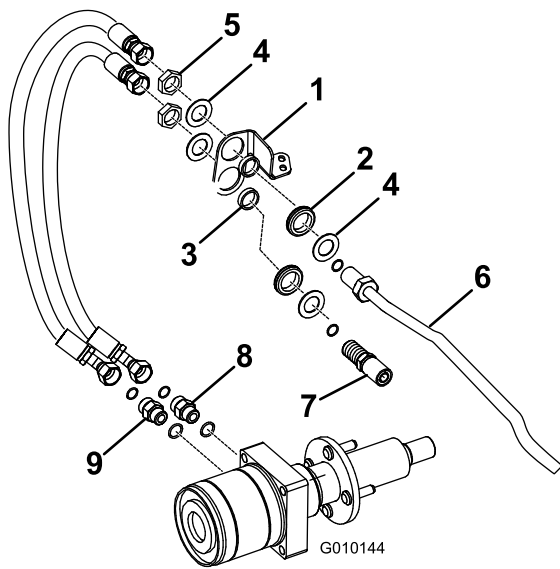
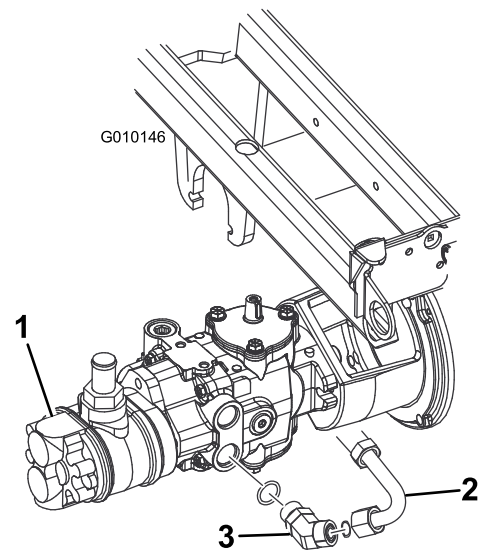
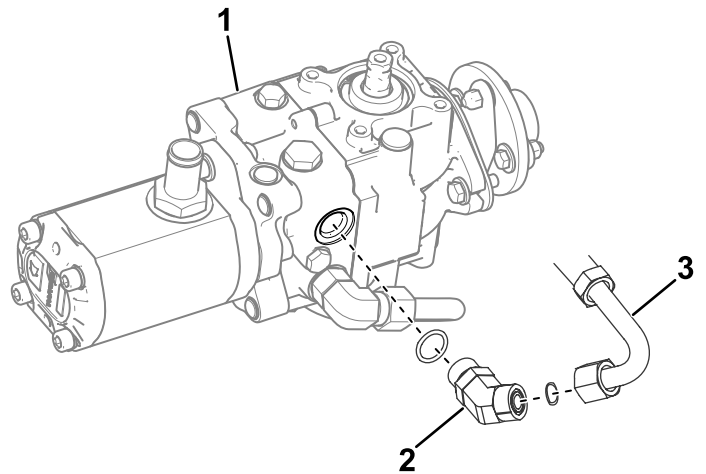

Figura 8
Figura 9
Figura 10
8. Instale anillos de goma y espaciadores en el soporte del pasamuros, tal y como se muestra en la Figura 8.
11. Monte el soporte de pasamuros al tubo hidráulico rígido con las tuercas y arandelas suministradas con el kit, tal y como se muestra en la Figura 8.
Utilice una arandela y una tuerca para instalar provisionalmente el conjunto de manguera de la bomba al acoplamiento de 45° en la bomba y al taladro inferior en el soporte de pasamuros (Figura 8 y Figura 10).
Utilice una arandela y una tuerca para instalar provisionalmente el conjunto de manguera de la bomba al acoplamiento de 45° en la bomba y al taladro inferior en el soporte del pasamuros (Figura 8 y Figura 9).
13. Instale provisionalmente una manguera hidráulica al conjunto de la manguera de la bomba (pasamuros inferior) y al acoplamiento superior del motor de la rueda (Figura 8).